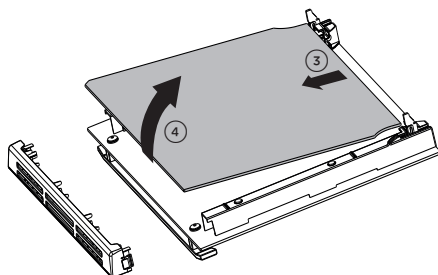

Рис. 4.13
- Аккуратно поднимите и вытащите внутреннее стекло, освободив его от нижних фиксаторов. Не наклоняйте панель слишком сильно, так как вы можете повредить стекло (рис. 4.13).